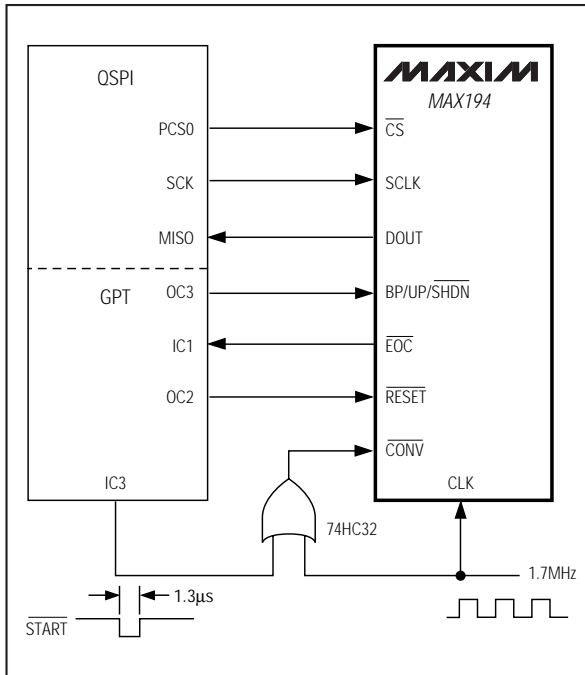

図19. MAX194をQSPIプロセッサに接続(変換と変換の間にSCLKでデータをクロックアウト)
このモードでは変換クロック(CLK)とシリアルクロック(SCLK)を使用します。シリアルデータは変換と変換の間にクロックアウトされます。このため、高CLKレートでの最大スループットは低減されますが、アプリケーションによっては便利な場合もあります。QSPIプロセッサ(Motorola 68HC16)をMAX194に接続した場合のファンクションダイアグラムを図19に示します。図20にはタイミング図を、図21にはこの構成用のアセンブラ言語を示します。
* MAX194 code listing for 68HC16 module and circuit of Figure 19 *
* (C) 1994 Maxim Integrated Products *